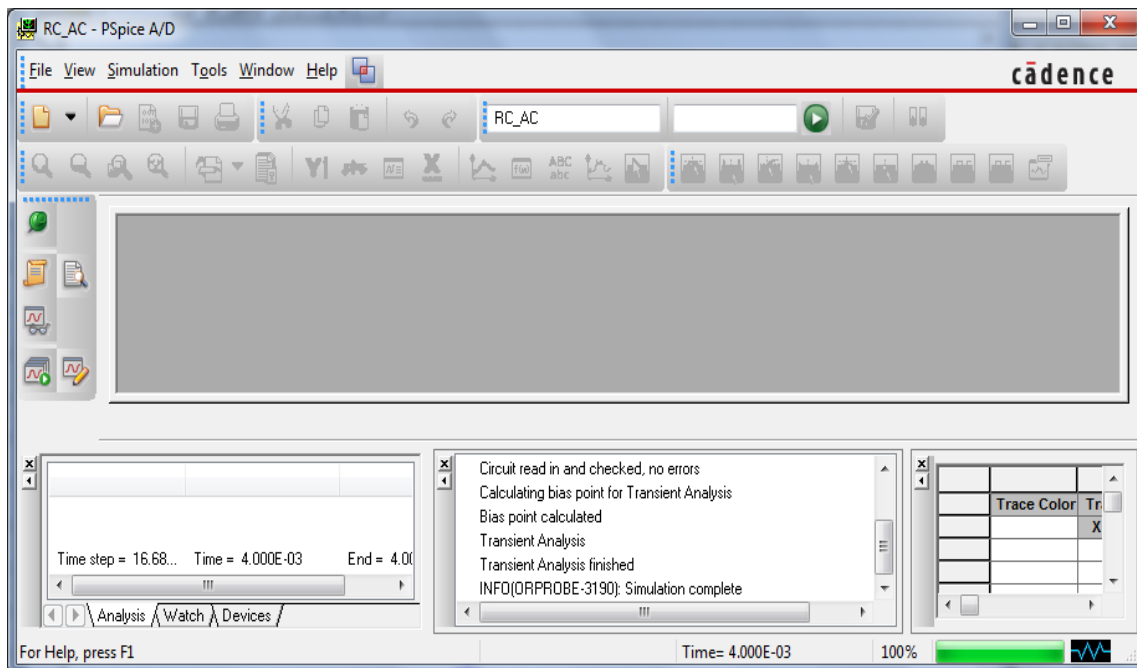

Рисунок 4.6 – Вікно *PSpice A/D* після завершення моделювання перехідних процесів
8. Тепер запустіть моделювання, натиснувши на кнопку . На екрані з'явиться вікно *PSpice A/D* з індикаторами процесу моделювання. Після закінчення моделювання це вікно повинно виглядати так, як зображено на рис. 4.6.